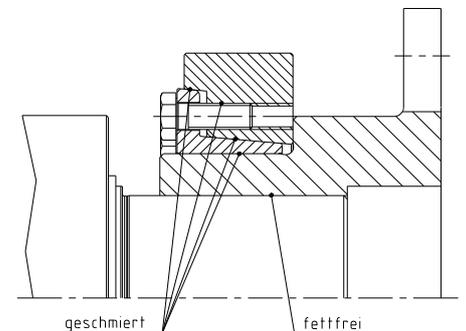

Bild 15: Reinigen und Fetten der Kontaktflächen
Verschmutzte oder gebrauchte Spannsätze sind vor dem Einbau zu demontieren und zu reinigen. Anschließend sind die Konusflächen und Gewinde mit Molykote MoS2 zu fetten (siehe Bild 15). Zum Nachschmieren z. B. Mehrzweckfett Molykote G Rapid plus verwenden.
- Reinigen und entfetten Sie die Kontaktflächen von der Welle der DATAFLEX® und die Bohrung der Flanschnaben (Bauteil 5) (siehe Bild 15).
Kontaktflächen von der Welle der DATAFLEX® und der Flanschnabenbohrung dürfen nicht gefettet oder geölt werden (siehe Bild 15).